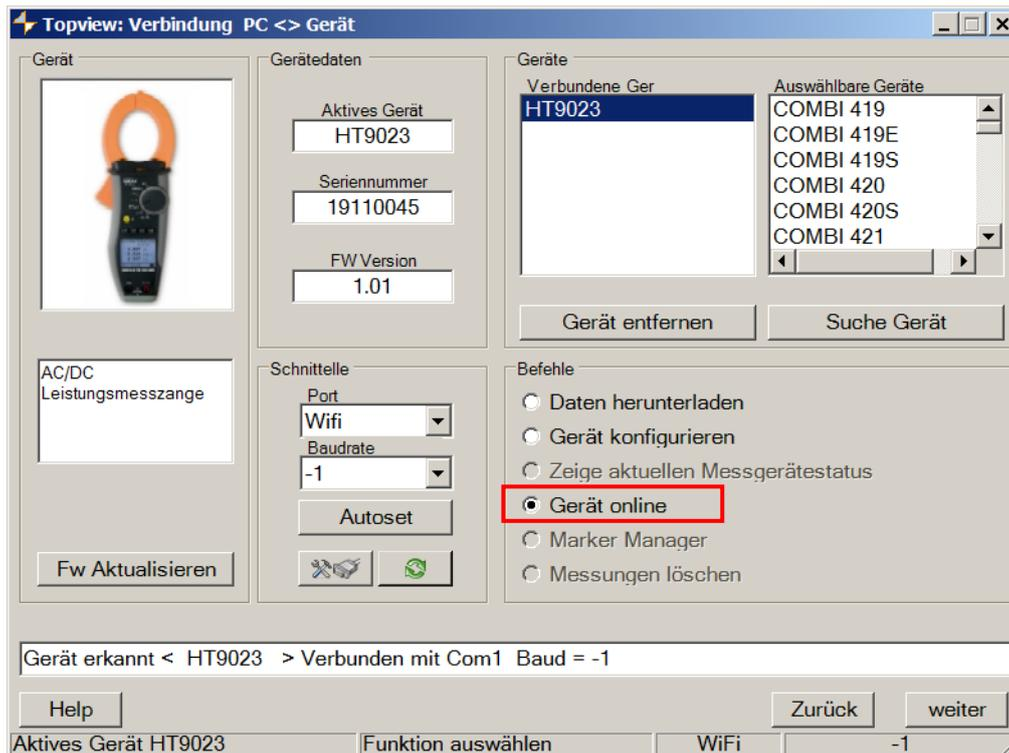

Abb. 19: Echtzeit-Verbindung des Instruments
7. Öffnen Sie den Abschnitt "**Verbindung PC → Gerät**" und wählen Sie die Option "Gerät online", wie in der folgenden Abb.19 gezeigt